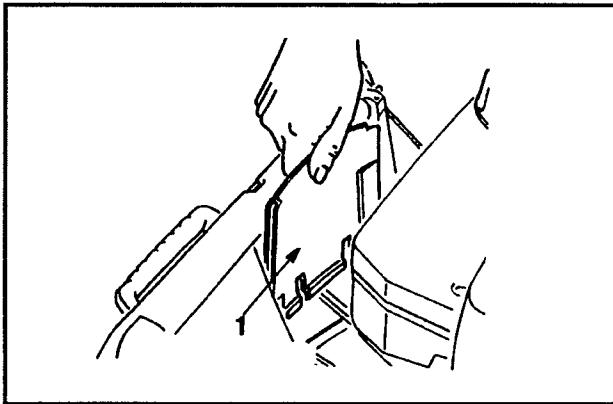

Figure 31
3. Retirez le panneau vertical à l'avant de la transmission en le tirant en ligne droite vers le haut (fig. 31).